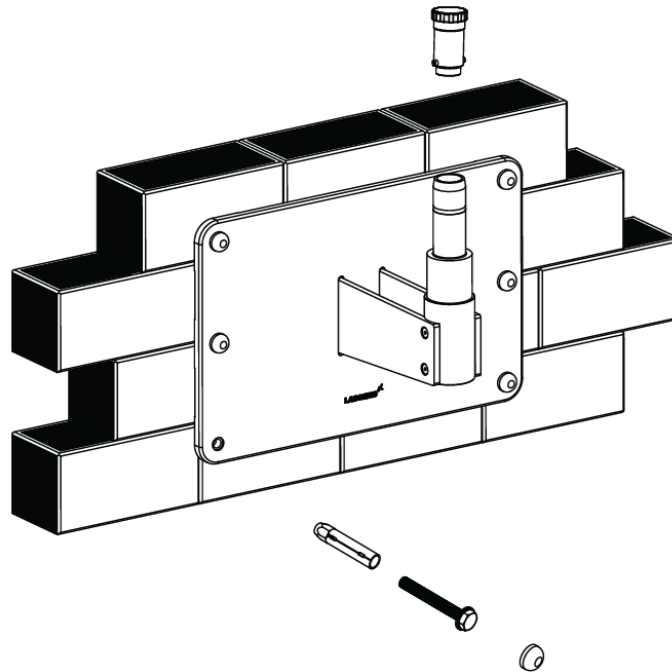

Figura 23
2. Posizionare una livella sulla parte superiore della piastra posteriore per controllare il livellamento orizzontale. Vedere figura 23.
3. Utilizzare una chiave a bussola e cricchetto da 17 mm per allentare leggermente i sei (6) bulloni a farfalla negli angoli del supporto a parete.
5. Posizionare una livella verticalmente lungo la superficie della piastra posteriore, su entrambi i lati, per assicurarsi che sia perpendicolare al pavimento. Vedi figura-23
7. Controllare l'altro lato e inserire spessori come necessario, quindi serrare i bulloni a ginocchiera. Vedere figura 23.
2. Svitare il tappo filettato dall'albero di montaggio a parete come mostrato nella figura 23.